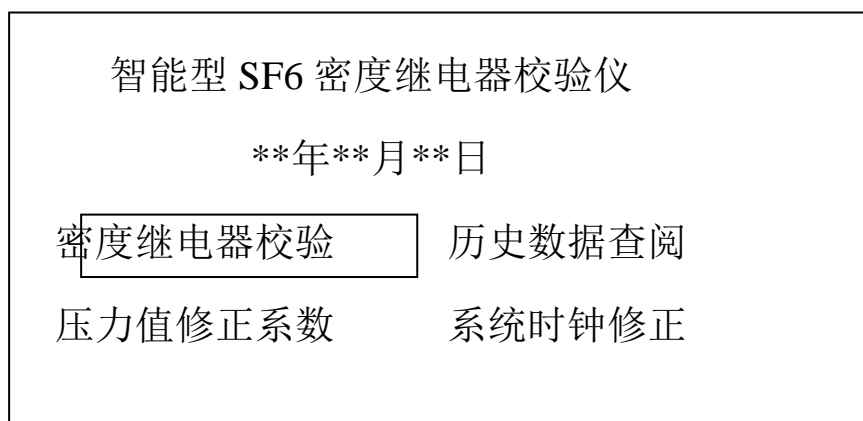

图 1
一：**现场前准备工作：**检查试验用气罐有无试验用气源（氮气或 SF6 气体），如无试验用气源无或气压不足（气压不能小于 0.8MPa）需做好充气工作（建议用户到专业充气点充好气源，且气压不能大于 2.0MPa），如无当地无专业充气点用户也可用我公司配备的充气杆与气源对接自行充气，如下图（图 1）所示：
9. 系统显示主界面如下图 1：